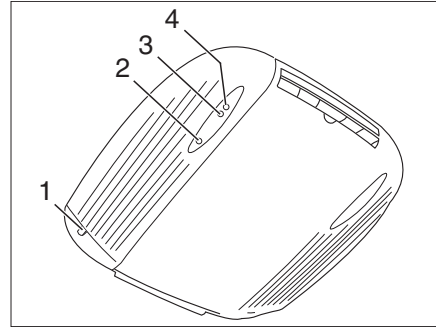
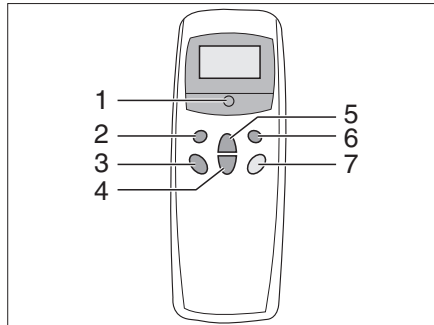

Bild 113 Innenansicht
Bild 114 Fernbedienung
Die Klimaanlage ist auf dem Dach des Fahrzeugs angebracht. Die Fernbedienung (Bild 114) für die Klimaanlage befindet sich im Küchenbereich.
- Fahrzeug an die 230-V-Versorgung anschließen. Die Klimaanlage ist betriebsbereit. Die rote LED (Bild 113,2) leuchtet.
- Am Schalter (Bild 114,5) die Fernbedienung einschalten.
- Die gewünschte Betriebsart mit der Taste (Bild 114,1) einstellen. Die grüne Kontroll-Leuchte (Bild 113,3) zeigt den Kühlbetrieb, die rote Kontroll-Leuchte (Bild 113,4) den Heizbetrieb an.
- Bei Bedarf mit den Tasten (Bild 114,3 und 4) die gewünschte Gebläseleistung und Raumtemperatur einstellen.
- Zum Ausschalten die Taste (Bild 114,5) auf der Fernbedienung erneut drücken.